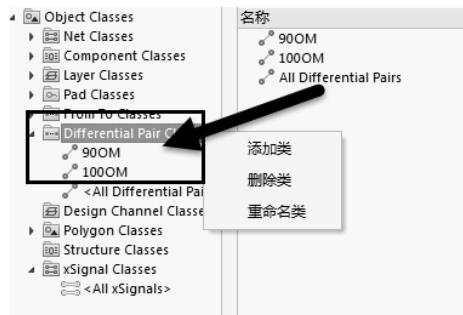

图 10-5 差分类的添加
(1) 按快捷键“DC”，进入类管理器，选中“Differential Pair Classes”。
(2) 在“Differential Pair Classes”上单击鼠标右键，添加两个类，分别命名为“90OM”和“100OM”，如图 10-5 所示。